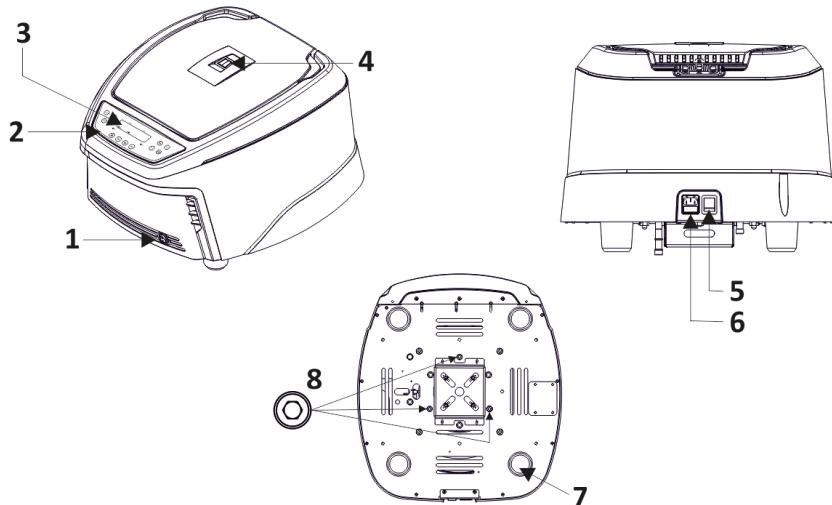

Рисунок 1
6.1. Центрифуга выполнена в виде моноблока в пластмассовом корпусе (Рисунок 1). В передней части устройства расположены дополнительный сетевой выключатель (1) и панель управления (2) с клавиатурой и дисплеем (3). В верхней части находится откидная крышка с окном (4), через которую производится загрузка и выгрузка образцов. На задней стенке устройства расположены основной сетевой выключатель (5) и разъём для присоединения сетевого шнура с колодкой предохранителя (6). Центрифуга устанавливается на основание с помощью четырёх резиновых ножек (7). На основании находятся три транспортировочных винта (8), которые следует удалить перед началом эксплуатации центрифуги.
2. Вывинтите и удалите из основания центрифуги транспортировочные винты (поз. 8, Рисунок 1). Храните их вместе с упаковкой.
10.1. После подключения шнура питания включите основной сетевой выключатель (поз. 5, Рисунок 1), расположенный на задней стенке и дополнительный сетевой выключатель (поз. 1, Рисунок 1) справа в передней части устройства. Перед использованием обязательно проверьте установку ротора. Центрифуга не будет работать с открытой крышкой.